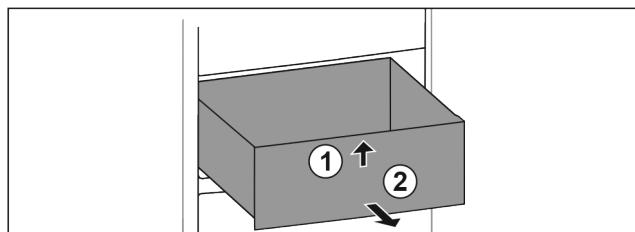

Fig. 75
- Nadzvedněte zásuvku vpředu. Fig. 75 (1)
- Vyjměte zásuvku dopředu. Fig. 75 (2)